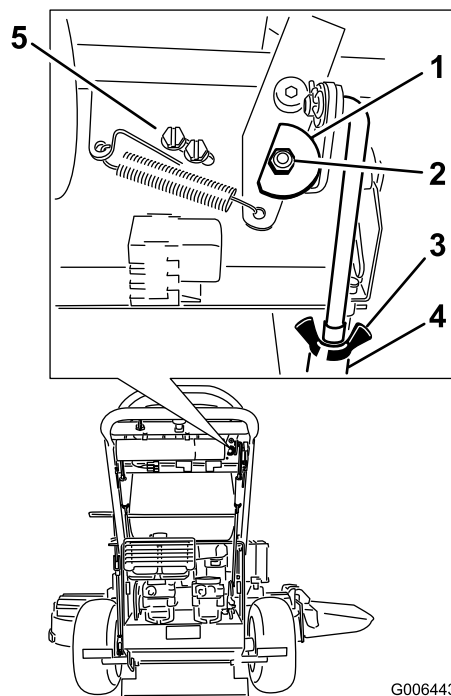

Figura 42
7. Allentate il dado e il bullone che fissano la camma (Figura 42).